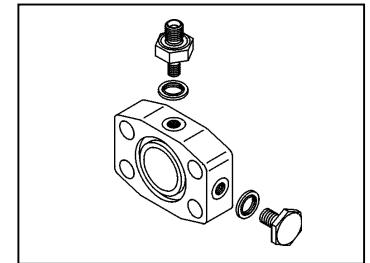

Bild 3
- Bei Verwendung der SAE Flanschkupplung schrauben Sie bitte die 1/8" auf 1/4" Verschraubung unter Verwendung des Dichtungsringes in die gewünschte Position. Schrauben Sie den Dichtstopfen mit Dichtring in den noch offen gebliebenen 1/8" BSP Anschluß (Bild 3).